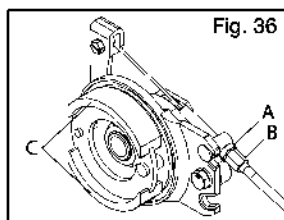

Fig. 36
PRECAUCIÓN: Al guardar o transportar su silla de ruedas con los frenos a tambor desmontados, tenga cuidado de no dañar las pastillas de freno expuestas, lo cual puede dañar su silla y afectar el buen funcionamiento de los frenos a tambor (Fig. 36:C).
- Con una llave de 10 mm, desbloquee la contratuercia (Fig. 36:A) en el ajustador (Fig. 36:B). Desenrosque el ajustador para obtener un frenado más firme o enrósquelo para un frenado más leve.